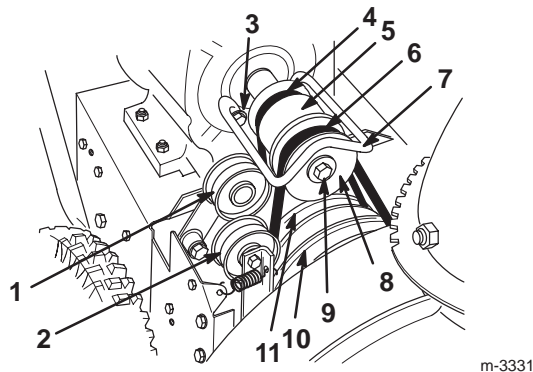

Figure 29
- Retirez les 2 boulons, rondelles et rondelles-frein de fixation du guide-courroie (Fig. 29).
- Retirez le boulon du vilebrequin du moteur avec sa rondelle et sa rondelle-frein (Fig. 29).
- Détachez et déposez la poulie à gorge du moteur (Fig. 29).
- Déposez la poulie du moteur (Fig. 29).
- Retirez la courroie d'entraînement de traction hors de la poulie de traction et du vilebrequin du moteur (Fig. 29).
- Tirez la poulie de tension vers l'extérieur et installez la courroie de rechange (Fig. 29).
- Tirez la poulie de tension vers l'extérieur et passez la courroie d'entraînement de tarière/roue hélice devant la poulie du moteur, en veillant à la faire passer du côté intérieur de la poulie de tension (Fig. 29).
6. Retirez les deux boulons, rondelles et rondelles-frein de fixation du guide-courroie (Fig. 29).
7. Retirez le boulon du vilebrequin du moteur avec sa rondelle et sa rondelle-frein (Fig. 29).
8. Détachez et déposez la poulie à gorge du moteur (Fig. 29).
9. Déposez la courroie d'entraînement de tarière/roue hélice (Fig. 29).
10. Tirez la poulie de tension vers l'extérieur et passez la courroie neuve autour de la grande poulie de tarière/roue hélice (Fig. 29).
11. Passez la courroie devant la poulie du moteur, en veillant à la faire passer du côté intérieur de la poulie de tension (Fig. 29).